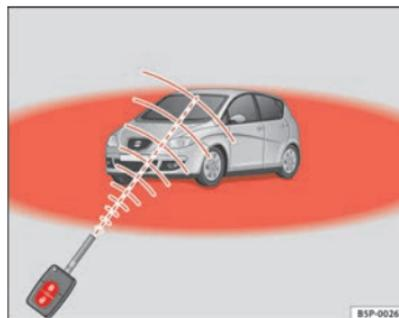

Fig. 65 Périmètre d'action de la radiocommande
- La radiocommande fonctionne uniquement lorsque vous vous trouvez dans le périmètre d'action ⇒ page 110, fig. 65 (zone rouge).